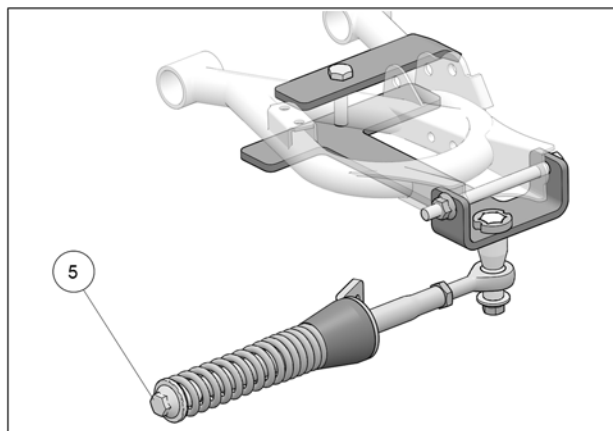

Fig. 13
11. Vérifier que le boulon du ressort (5) est serré au couple recommandé : $75\text{ N}\cdot\text{m}$ [$55\text{ lb}\cdot\text{pi}$]. Fig. 13